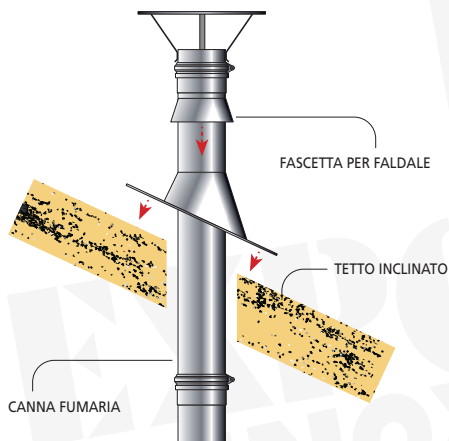
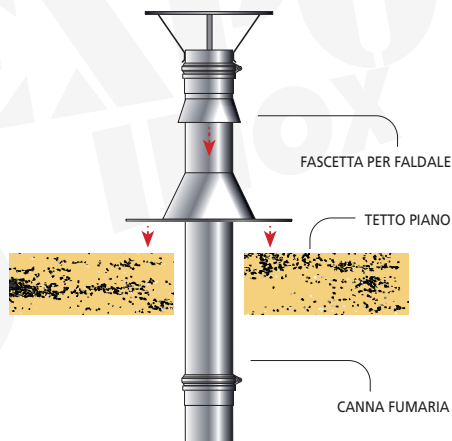

FIGURA 4A
FIGURA 4B
- avvolgere l'elemento lineare e il cono del faldale con la fascetta per faldale serrando le viti e sigillando il tutto con un leggero velo di silicone (**figura 4A e figura 4B**).